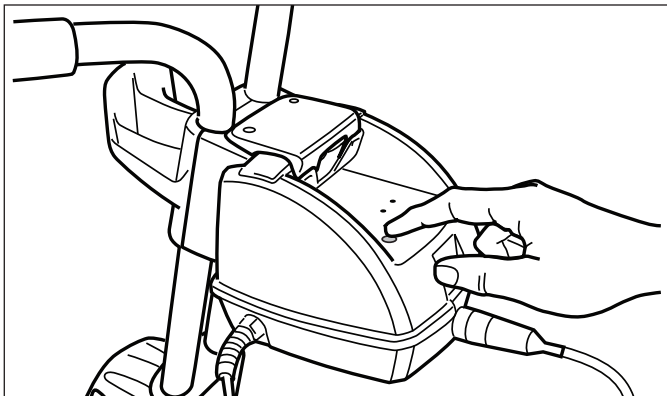

Figure 20. Éteindre le nettoyeur
4. Afin d'arrêter le robot pendant un cycle de nettoyage, appuyer sur le bouton « ARRÊT ». Se référer à la Figure 20.
5. Pour arrêter le nettoyeur pendant un cycle de nettoyage, appuyer sur le bouton « Power (arrêt) ». Se référer à la Figure 20.